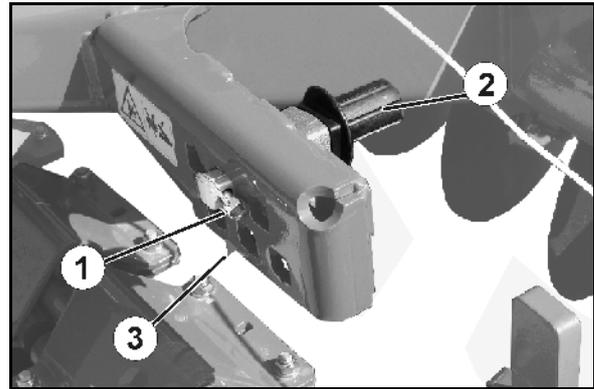

Fig. 19
6 positions différentes sont possibles (Fig. 19).
3. Retirez les goupilles (Fig. 19/1).
4. Insérez les axes excentrés (Fig. 19/2) dans l'emplacement souhaité.
L'emplacement idéal est indiqué par une flèche (Fig. 19/3).